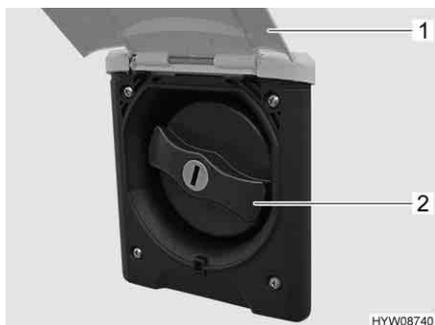

Fig. 71 Tapa de cierre para el tubo de llenado de agua potable
- Girar hacia arriba la trampilla exterior (Fig. 71,1).
- Girar la tapa de cierre azul (Fig. 71,2) un cuarto de vuelta.